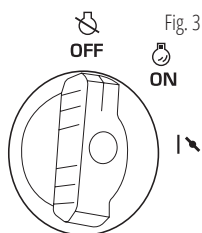

Fig. 3
4. Tournez l'interrupteur 3-en-1 sur la position OFF (fig. 3).